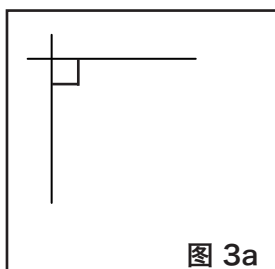
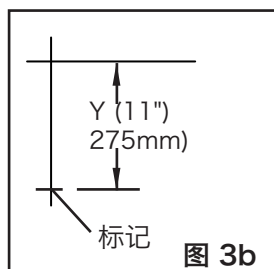
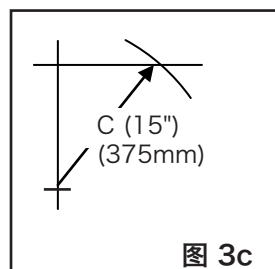
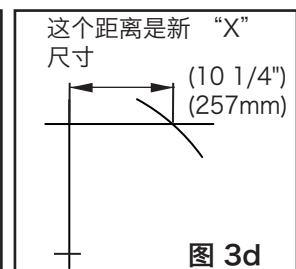

图 3a
图 3b
图 3c
图 3d
- 3. 确定最终尺寸。**在一个垂直平面上，使用水平仪绘制一条水平线和一条垂线形成一个直角（图 3a）。从交叉点向下测量确定的“Y”尺寸并标记（图 3b）。从修改的“Y”标记开始测量，旋转卷尺与“X”线交叉，在交叉处标记“C”尺寸（图 3c）。从交点测量到“C”交点的距离，这就是新“X”尺寸（图 3d）。